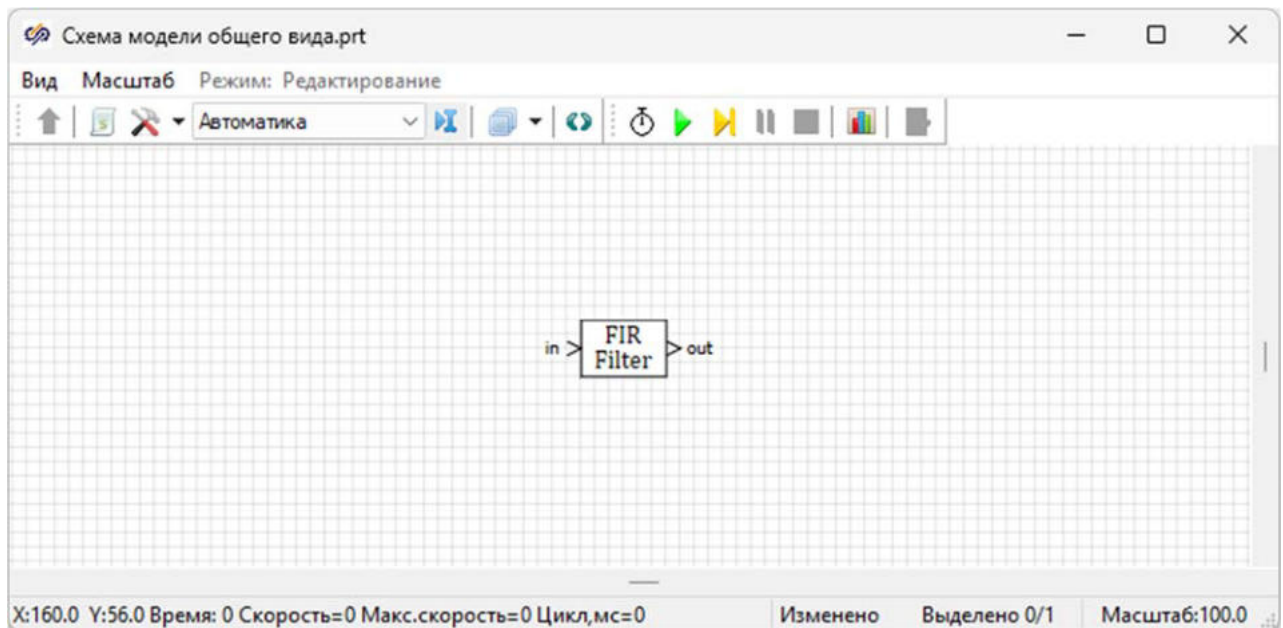

Рис. 2. Окно проекта с установленным блоком "КИХ-фильтр".
3. Установить блок **КИХ-фильтр** в рабочую область окна проекта одинарным нажатием левой кнопкой мыши. (Рисунок 2).